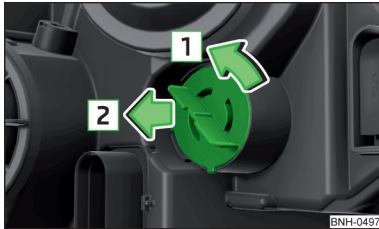

Abb. 279
- Die Fassung mit der Glühlampe in Pfeilrichtung **1** drehen » Abb. 279.